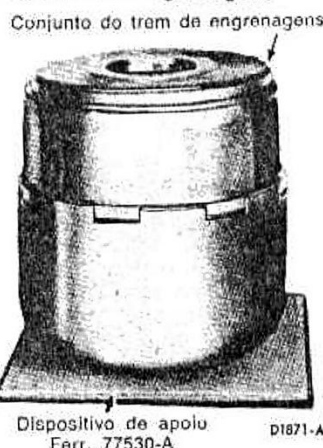

fig. 47 — trem de engrenagens apoiado sobre o dispositivo
3. Colocar a parte dianteira do trem de engrenagens no bloco do apoio (ferr. 77530-A) conforme mostrado na fig. 47.